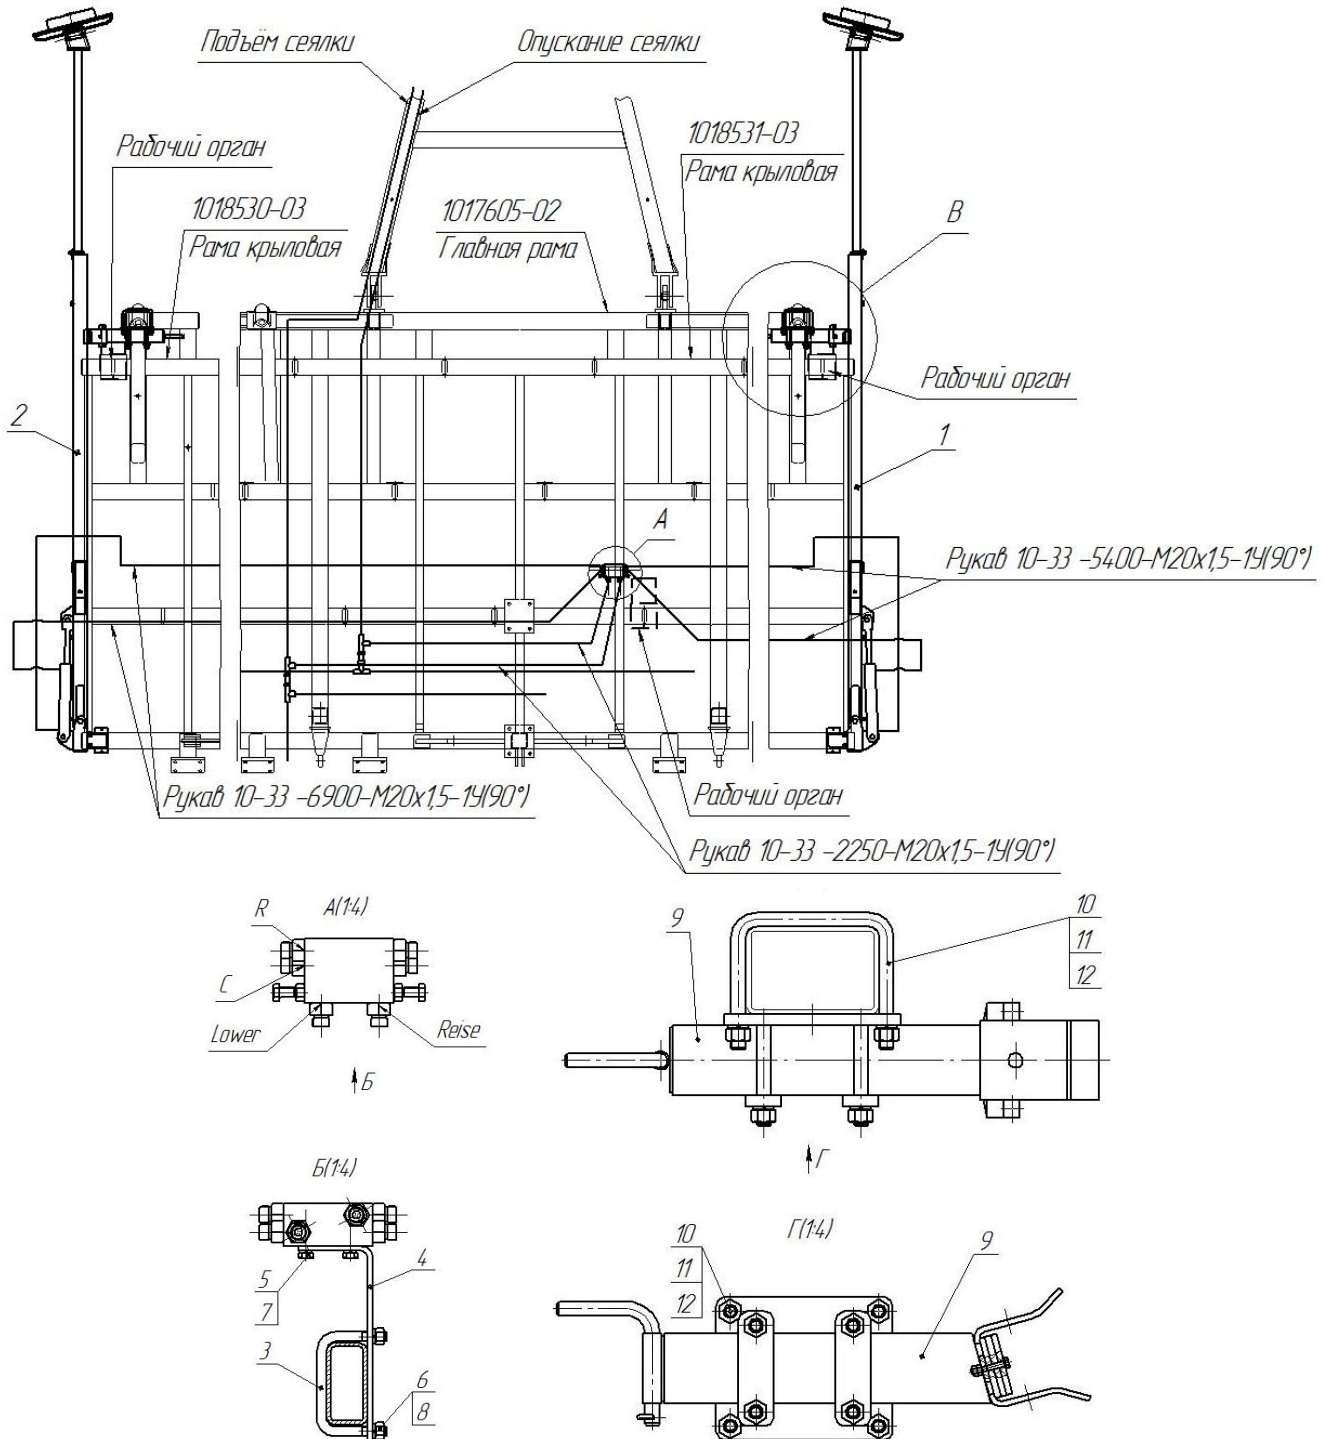
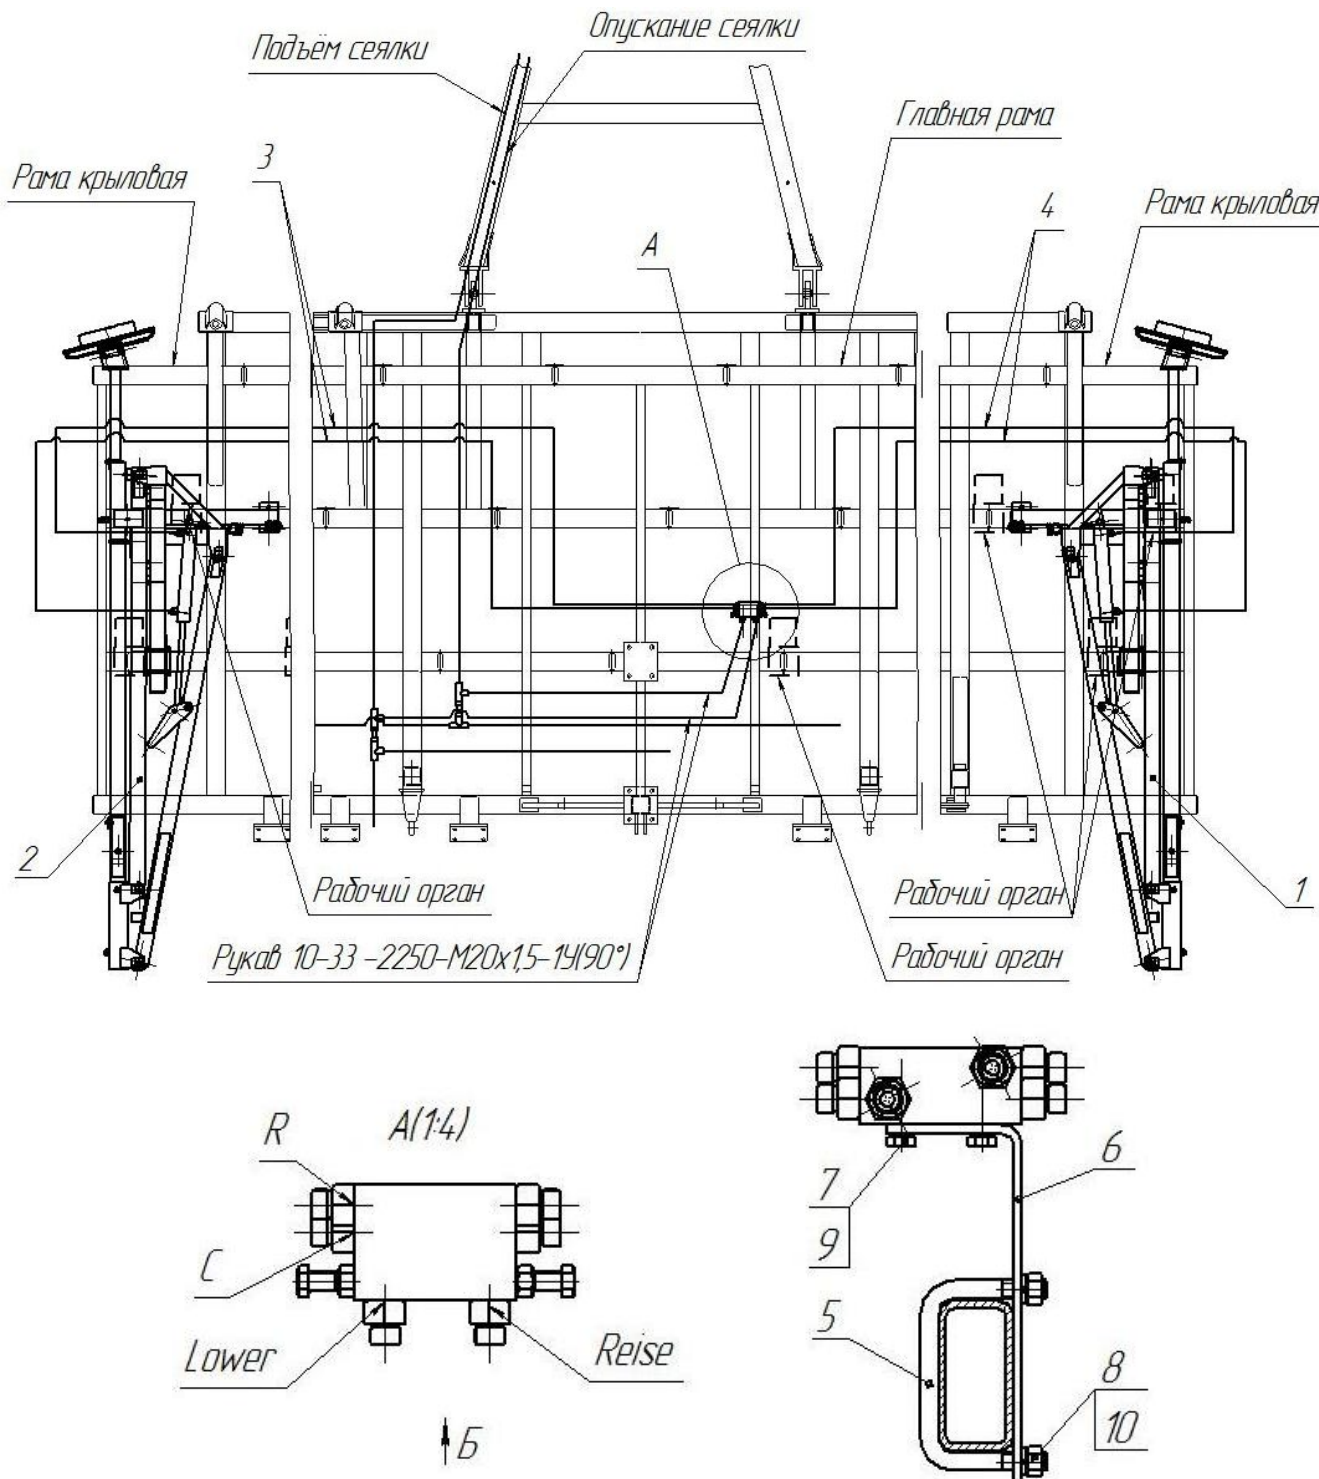

Рис. 4.8.3. Установка маркеров на раму ПК-8,5 "Кузбасс"
Рис. 4.8.4. Установка маркеров на раму ПК-9,7 и ПК-12,2 "Кузбасс"
**4.8.3.** Клапан последовательности крепится к кронштейну 4 болтами 5 (3/8"x25 – 2шт.), подложив шайбу пружинную 7 (Ø10мм), и устанавливается справа на трубе 50x100мм центральной рамы посевного комплекса с помощью стремянки 3 (M12x50x100), гаек 6 (M12) и шайб пружинных 8 (Ø12мм), как показано на рис. 4.8.3. (Аналогично на рис. 4.8.4).
**4.8.4.** Скорость складывания и раскладывания маркеров регулируется винтами, находящимися по бокам клапана последовательности (рис. 4.8.3, 4.8.4). Правый винт, находящийся в нижней секции клапана, регулирует скорость раскладывания маркера, а левый, находящийся в верхней секции, - скорость складывания.